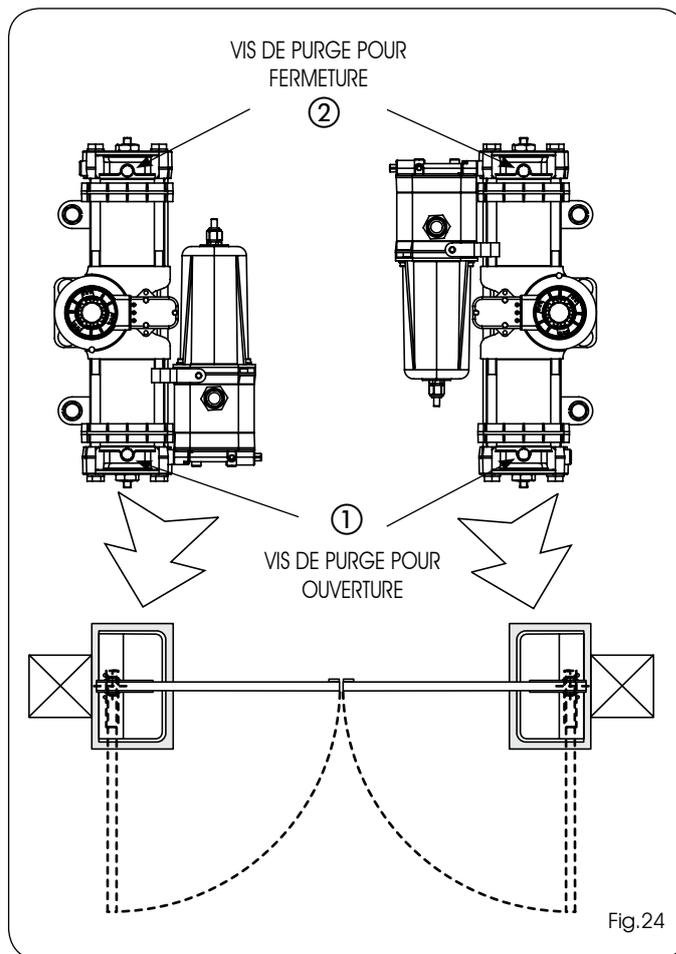

Fig.24
- 2) Durant le mouvement du vantail, desserrer la vis de purge d'ouverture (Fig.24 réf.①)
- 6) Durant le mouvement du vantail, desserrer la vis de purge de fermeture (Fig.24 réf.②)